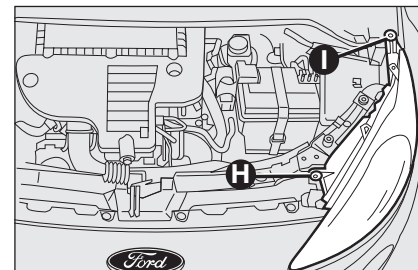

fig. 14
- ☐ après avoir levé le capot, dévissez les boulons **H** et **I** situés aux endroits indiqués sur la **fig. 14**;